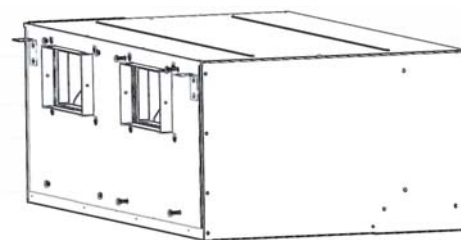

Рисунок 9-10
- 4) После этого один человек должен поддерживать узел снизу, а второй – завернуть винты M8, чтобы закрепить узел на передней панели. (Рисунок 9-10)